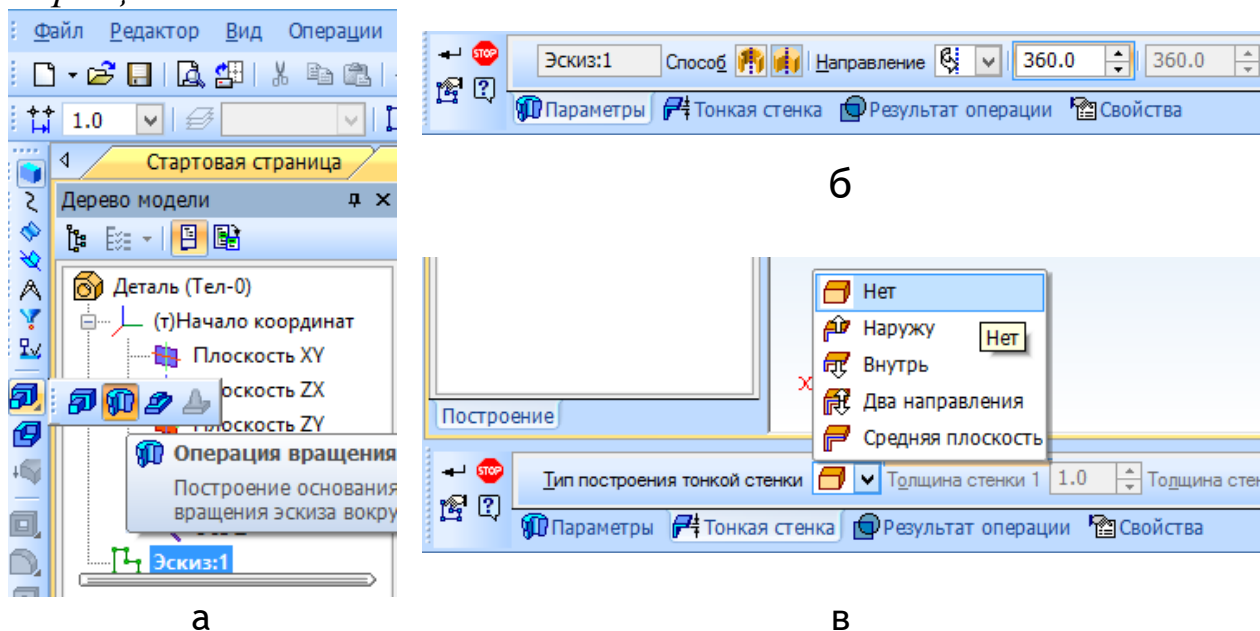

Рисунок 8.5 – Создание тела вращения
5. Щелкните левой клавишей мыши на ветви «Эскиз:1» и затем, на панели инструментов «Редактирование детали» выберите команду «Операция вращения» (см. рисунок 8.5), или в выпадающем меню «Операции» выберите пункт «Операция», подпункт «Вращение».